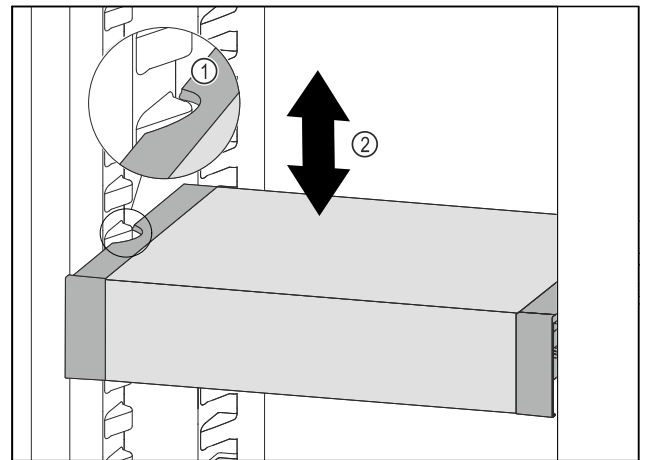

Fig. 58
- ▶ VarioSafe nach vorne ziehen, bis sich die seitlichen Aussparungen des VarioSafes auf Höhe der Behälterrippe im Kühlteil befinden. Fig. 58 (1)
- ▶ VarioSafe im Kühlteil nach oben oder unten bewegen, bis gewünschte Höhe erreicht ist. Fig. 58 (2)